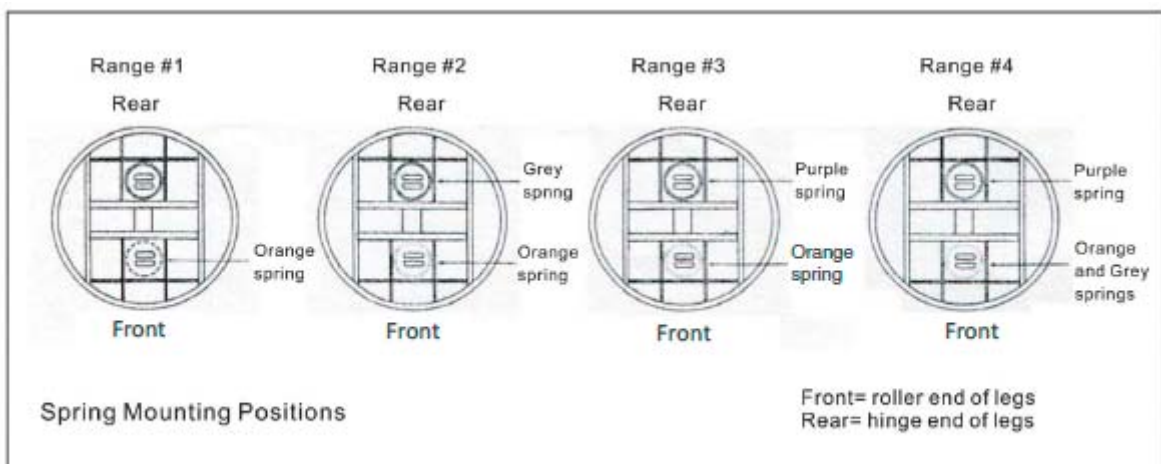

Fig. 7. Fjedrenes placering
3. Fig. 7. Viser de øvrige fjedres placering ved forskellige behov. Sørg for, at det er de korrekte fjedre, der monteres. Se Tabel 1 på side 5 for at kontrollere, at de rigtige fjedre anvendes til den korrekte applikation.